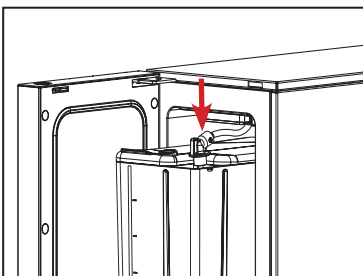

图 6
6. 将牛奶抽吸管插入清洁容器（参见图 6）。
6. 将牛奶抽吸管从罐盖拉出（参见图 6）。